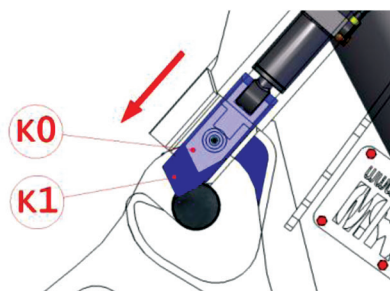

Рис. 5.2.11
д) Вновь подайте команду на закрытие цилиндра (C). Теперь можно выдвинуть клин, переместив его из положения (K0) в положение (K1) (Рис. 5.2.11).